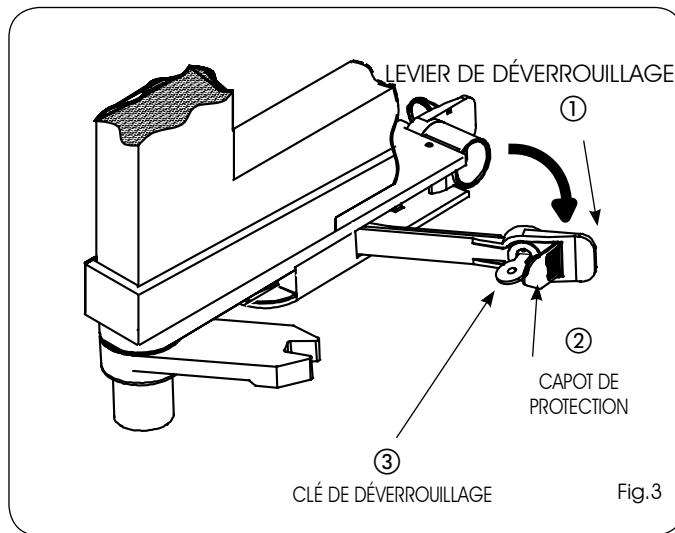

Fig.3
- 1) Ouvrir le capot de protection (Fig.3 réf. ②).
- 2) Introduire la clé de déverrouillage dans la serrure (Fig.3 réf. ③) et la tourner jusqu'à la butée.
- 3) Tirer le levier de déverrouillage vers soi (Fig.3 réf. ①).